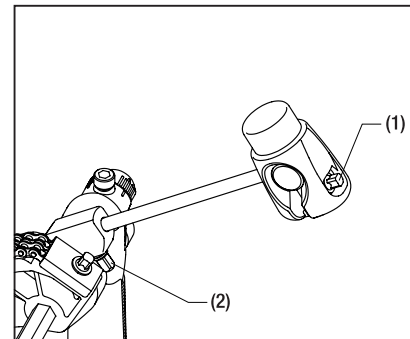

Fig.4(図4)
The Power-Strick Cobra beater is designed so that you can adjust the angle of the beater head. To get a good, fat, tight sound, you can adjust the angle so that the beater head hits flat against the drumhead. To adjust the angle: loosen square-headed bolt (1), turn the beater head as necessary, and then retighten the bolt. To adjust the length of the beater: loosen square-headed bolt (2), move the beater head as necessary, and the retighten the bolt (Fig.4).
パワーストライク・コブラビーターは、ビーターヘッドの角度を調整することができます。バスドラムヘッドを面でヒットする事で太くタイトなバスドラムサウンドを引き出します。ビーターがバスドラムヘッドに面で当たるように、角頭ボルト(1)を緩めてビーターヘッドの角度を調整して下さい。ビーターの長さは角頭ボルト(2)を緩めて調整します。調整後は角頭ボルトをしっかりと締めてください(図4)。